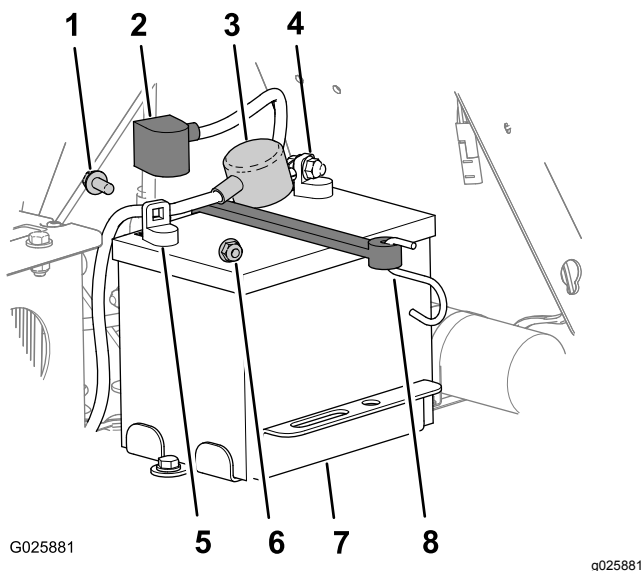

Figura 47
3. Levante la cubierta del borne negro del cable negativo de la batería (Figura 47).
4. Desconecte el cable negativo del borne negativo (-) de la batería y retire el cable de la batería (Figura 47).
5. Retire la cubierta del borne rojo del borne positivo de la batería (Figura 47).
6. Desconecte el cable positivo (rojo) de la batería y retire el cable de la batería (Figura 47).
7. Retire el gancho de la correa de la bandeja de la batería (Figura 47) y extraiga la batería.
1. Coloque la batería en la máquina (Figura 47).
3. Conecte primero el cable positivo (rojo) al borne positivo (+) de la batería con una tuerca y un perno con arandela prensada (Figura 47).
5. Conecte el cable negativo y el cable de tierra al borne negativo (-) de la batería con una tuerca y un perno con arandela prensada (Figura 47).